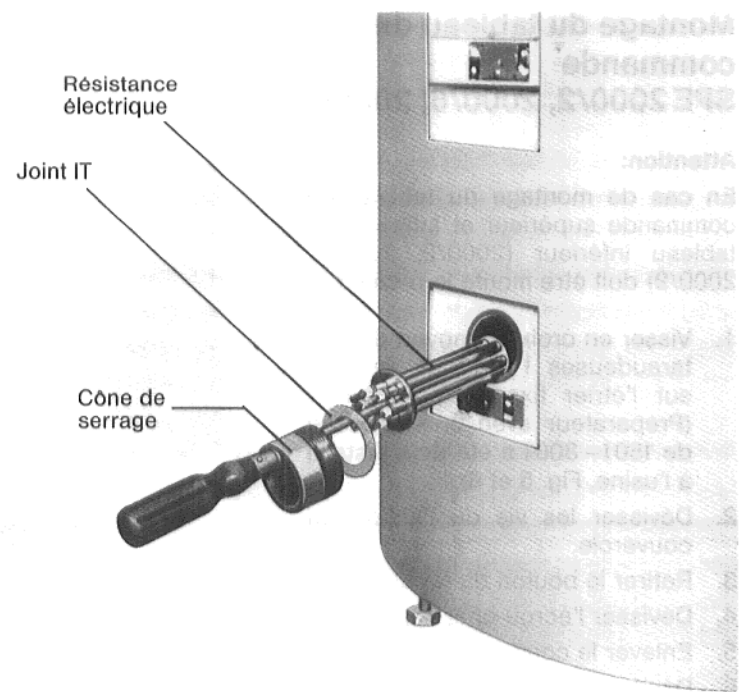

Fig. 3
6. Attacher le cône de serrage, le joint IT ainsi que la résistance électrique suivant l'ordre donné sur le tournevis et les introduire ensuite dans le manchon (Fig. 3).